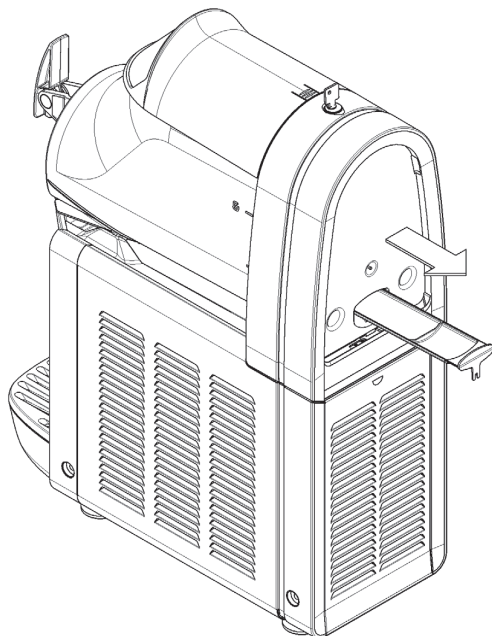

figura 15
- 2 Rimuovere eventuali tracce di prodotto trafilato all'interno dell'evaporatore estraendo l'apposito cassetto come indicato (vedere figura 15).